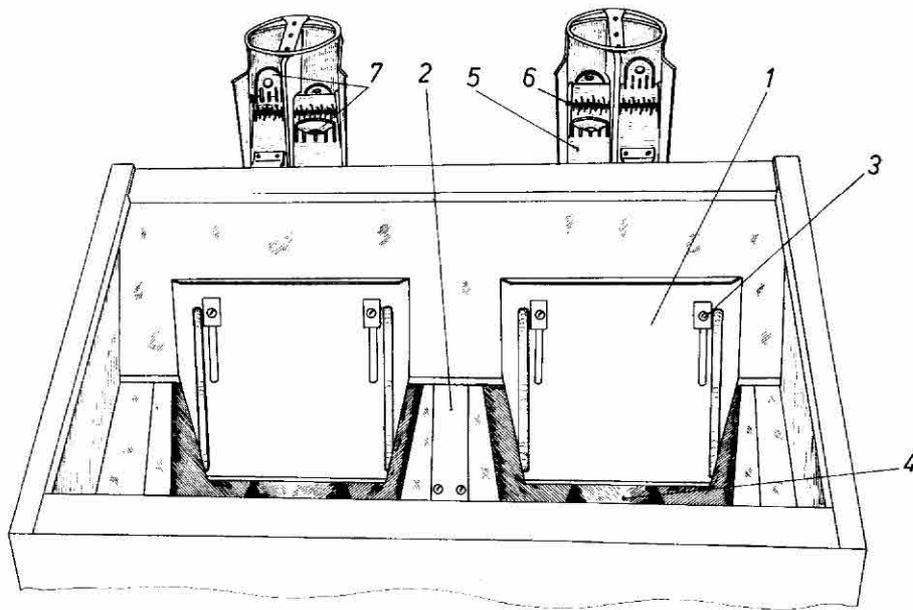

Abb. 4. Pflanzkartoffel-Behälter
Einer der Faktoren, die die Legequalität wesentlich beeinflussen, ist die Menge der Pflanzkartoffeln in der Auspflanzkammer. Aus dieser Kammer werden Pflanzkartoffeln mittels Bandbecher bezogen. Eine nicht ausreichende Befüllung kann zu Durchlässen führen, weil nicht alle Becher Pflanzkartoffeln beziehen werden. Eine übermäßige Befüllung kann wiederum die Gleitung des Becherbandes sowie eine Beschädigung der Pflanzkartoffeln verursachen (Brechen der Keime bei vorgekeimten Pflanzknollen). Die Größe des Dosierspaltes soll während der Legung auf einer Probestrecke eingestellt werden, nach dem Prinzip: Je größer die Pflanzkartoffel desto größer auch der Spalt. Die Regulierung des Spaltes erfolgt durch die Verstellung des Schiebers (1, Abb.4) nachdem die Flügelschraubenmutter (3) gelöst worden sind. Nach der Spalteinstellung sind die Muttern zuzuziehen.